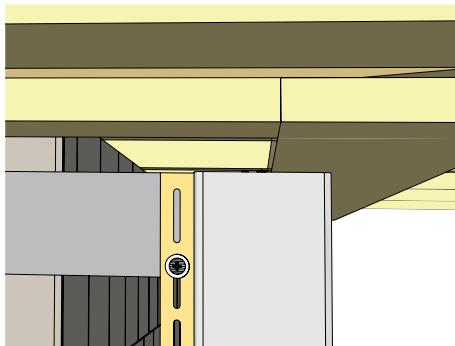
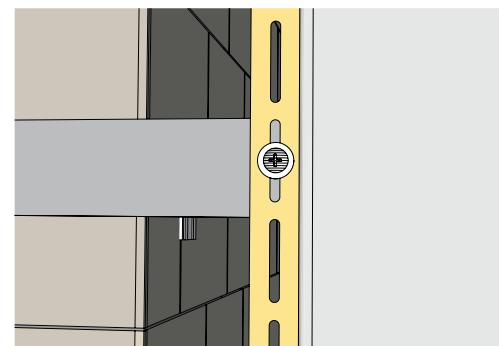

Рисунок 7
Рисунок 8
- 6.2** Все вертикально монтируемые элементы (виниловый сайдинг, доборные элементы) вывешиваются во второе—третье перфорационное отверстие на саморез/зы. Это единственный саморез , который вкручивается в верхний край перфорационного отверстия (рис. 7), остальные саморезы необходимо вкручивать точно в середину перфорационных отверстий (рис. 8)